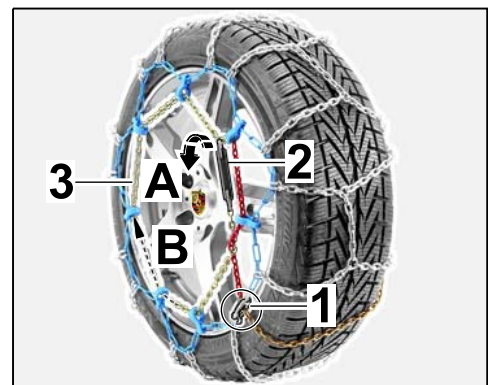

Bild 13
- 3.1.1 Zur besseren Demontage der Schneekette: Verschlussplatte Schneekette in Position entsprechend ⇒ *Bild 13-Kreis-* fahren / rollen.
- 3.1.2 Spanngummi mit Haken aus Kettenglied aushängen (⇒ *Bild 13-A*-)
- 3.1.3 Spannkette bis zur Verschlussplatte durch Kunststoffösen fädeln (⇒ *Bild 13-B*-).